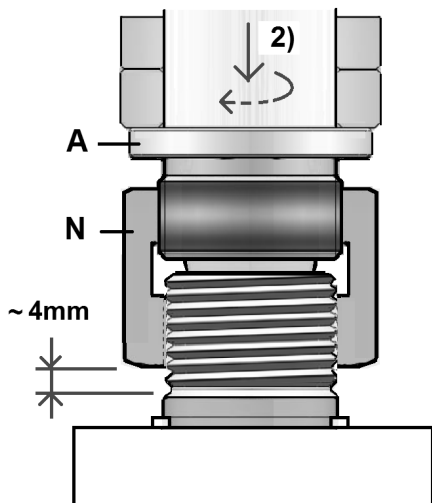

Fig 11
2) Montieren Sie den Fräsdorn (A, Fig 11), schrauben Sie ihn in die Differentialmutter (N).